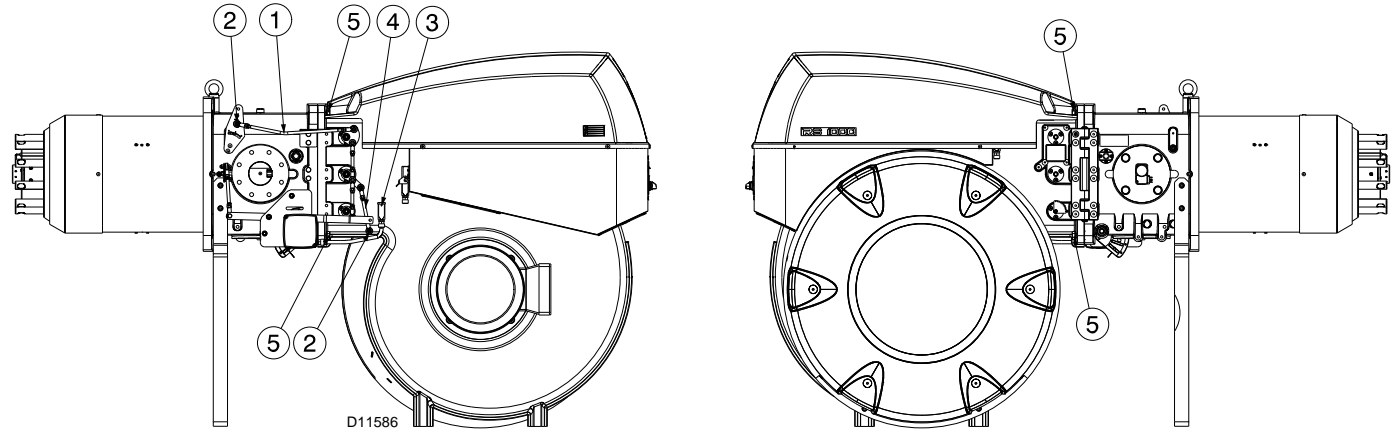

图 35
- 拧松螺母 2)，取下燃烧头调节杠杆 1) 和 4)(图 35) 及风门挡板开启杠杆。